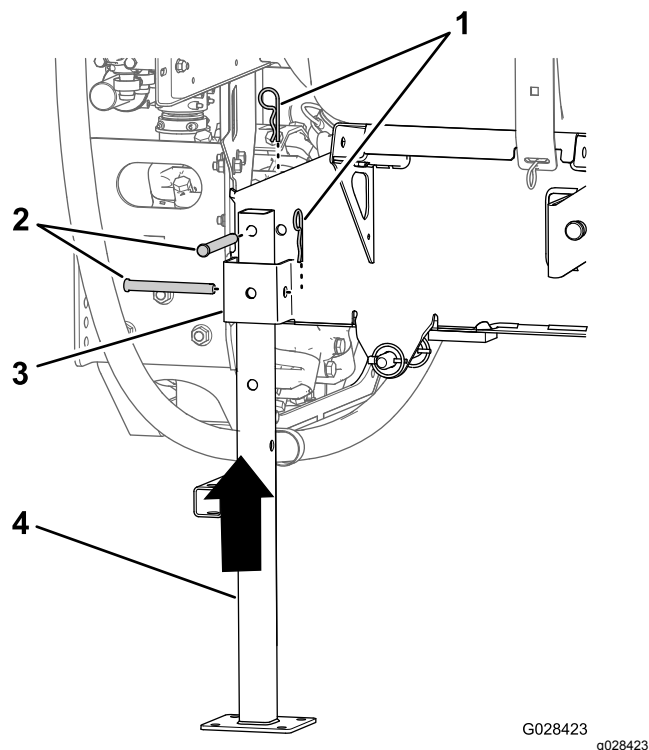

Рисунок 131
- Совместите заднюю подъемную опору с гнездом для задней опоры (Рисунок 131).
- Совместите отверстие в верхней части подъемной опоры с отверстием в каркасе рамы бака (Рисунок 131)
- Прикрепите подъемную опору к гнезду и раме при помощи 2 шплинтуемых штифтов (1/2 x 4 1/2 дюйма) и 2 шплинтов (5/32 x 2 5/8 дюйма), как показано на Рисунок 131.